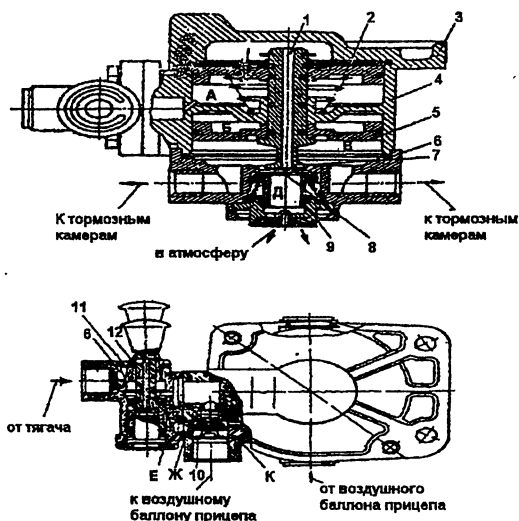

Рис. 4 – Воздухохораспределитель:
4.2.1. Воздухохораспределитель (рис.4, 4а) состоит из корпуса 4 с перегородкой и двух крышек 3 и 6. Внутри корпуса 4 расположен следящий механизм, состоящий из штока 1, проходящего через отверстие в перегородке и связанного с двумя поршнями 2 и 5. Шток 1 выступает за нижний поршень 5 и имеет на торце выступающей части тарелку 7.
4.2.2. Кран растормаживания (рис.4а) крепится к воздухораспределителю и предназначен для растормаживания прицепа в отцепленном состоянии.